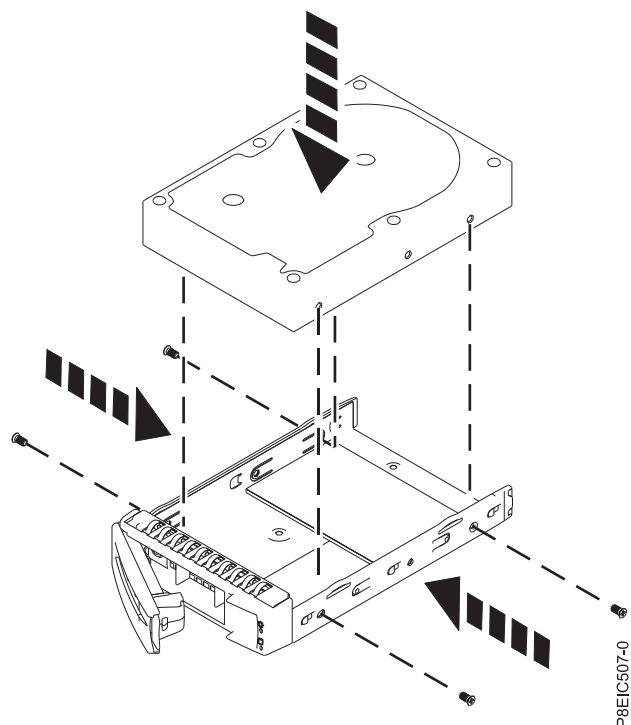

Figure 59. Montage de l'unité 3,5 pouces dans le tiroir
- Une unité 3,5 pouces remplit le tiroir, comme illustré dans la figure 59. Fixez l'unité de chaque côté du tiroir à l'aide de quatre vis (2 de chaque côté).